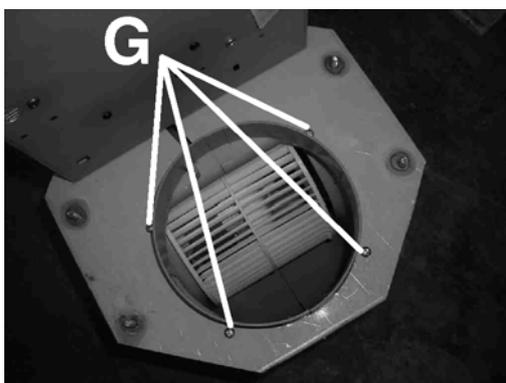

Fig.12
9. Enlever les 4 vis (G) qui maintiennent le bloc moteur (fig. 12).